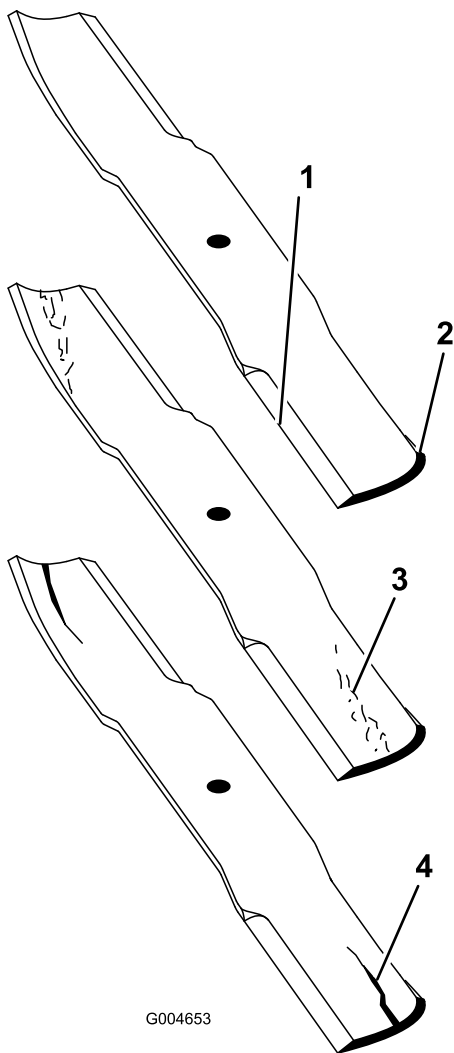

図 84
2. ブレードの切っ先を注意深く観察、特に、直線部と曲線部が交わる部分をよく観察する 図 84。
**注** この、直線部と曲線部の交差域は、砂などによる磨耗が進みやすい部分なので、機械を使用する前によく点検することが必要である。磨耗が進んでいる場合 図 84には、ブレードを交換する。